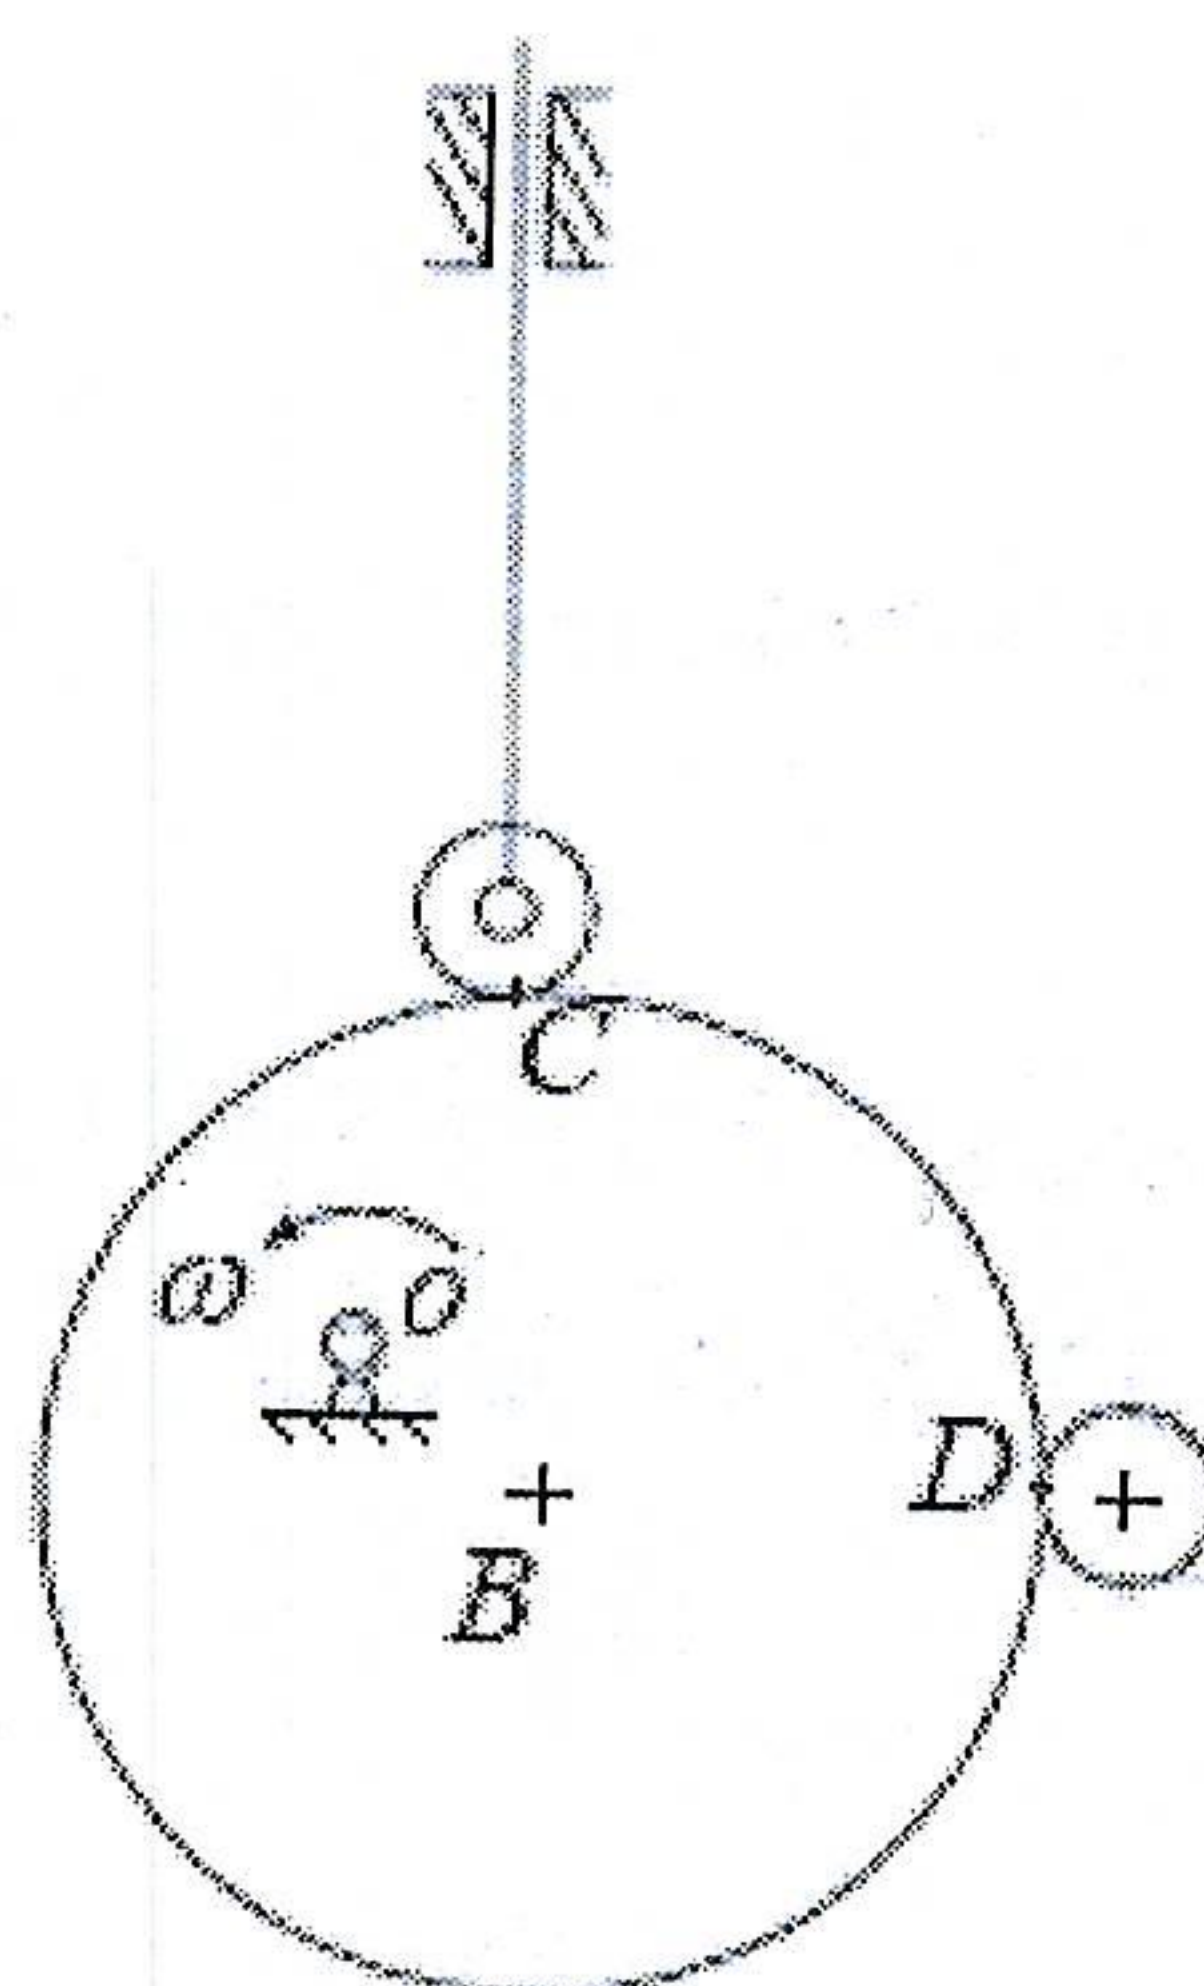

图4 (题四、2 图)
2. (共10分, 每小题2分) 如图 4 所示凸轮机构中, 凸轮廓线为圆形, 几何中心在B点, (其各部分尺寸可由图中直接量取, 图中 $\mu_L = 0.001m/mm$), 请画出: